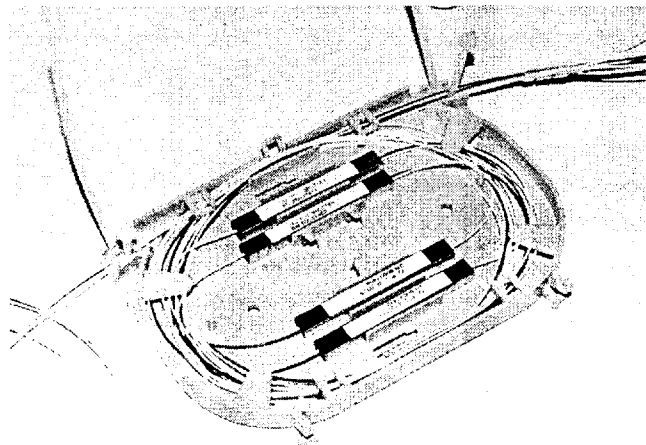

Рис.1 Установка оптических разветвителей в сплайс-кассету
4.3 Установить оптические разветвители в сплайс-кассеты (см. рис.1) и предварительно извлечь сплайс-кассеты из ПОР-PM. Для фиксации разветвителя в корпусе сплайс-касеты использовать двухсторонний скотч (в комплект поставки не одит). Выложить излишки длин оптического волокна от разветвителей в сплайс-кассете.